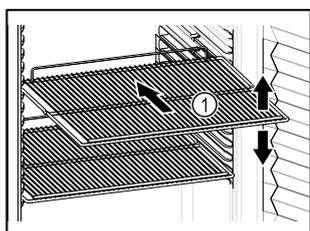

Fig. 48 Representación a modo de ejemplo
- Si los estantes de rejilla Fig. 48 (1) se pueden colocar en distintas posiciones, ajustarlos en altura.